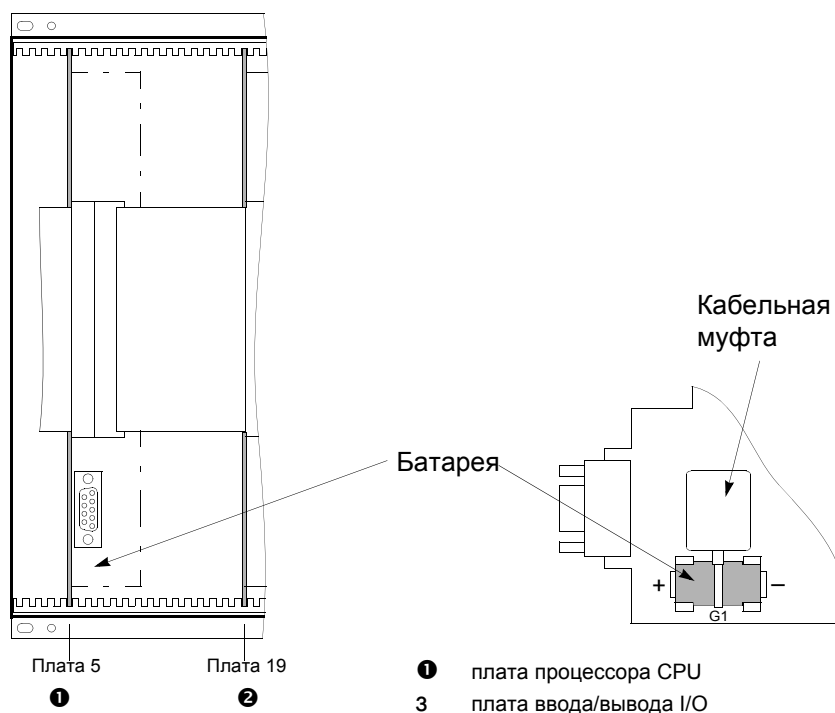

Рис. 8-1 Вид спереди без передней панели - положение батареи (в упрощенном и уменьшенном виде)
- Батарея находится внизу платы процессорного блока CPU спереди (на Рис. 8-1).
- Удалите старую батарею, используя пластиковый хомут кабеля, изображенный на Рис. 8-1.
- Соблюдая полярность, вставьте новую батарею в защелкивающийся разъем, как показано на Рис. 8-1.